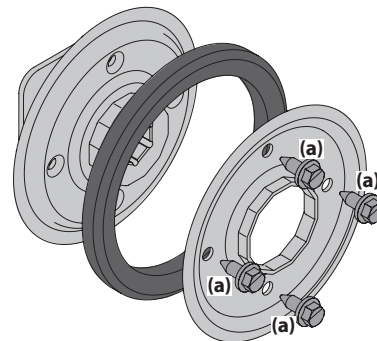

Figura 4-23
9. Extraiga los cuatro tornillos (a) que mantienen unidas las placas laterales de la rueda de fricción. Consulte la Figura 4-23.